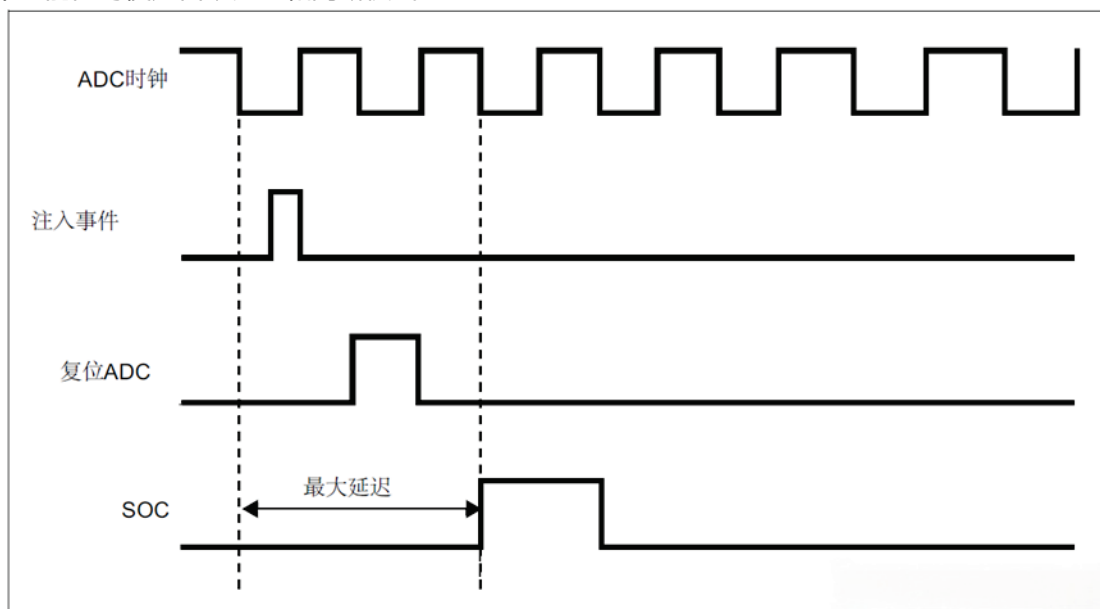

图 25 注入转换延时
3. 然后，恢复上次被中断的规则组通道转换。如果在注入转换期间产生一规则事件，注入转换不会被中断，但是规则序列将在注入序列结束后被执行。图 25 是其定时图。